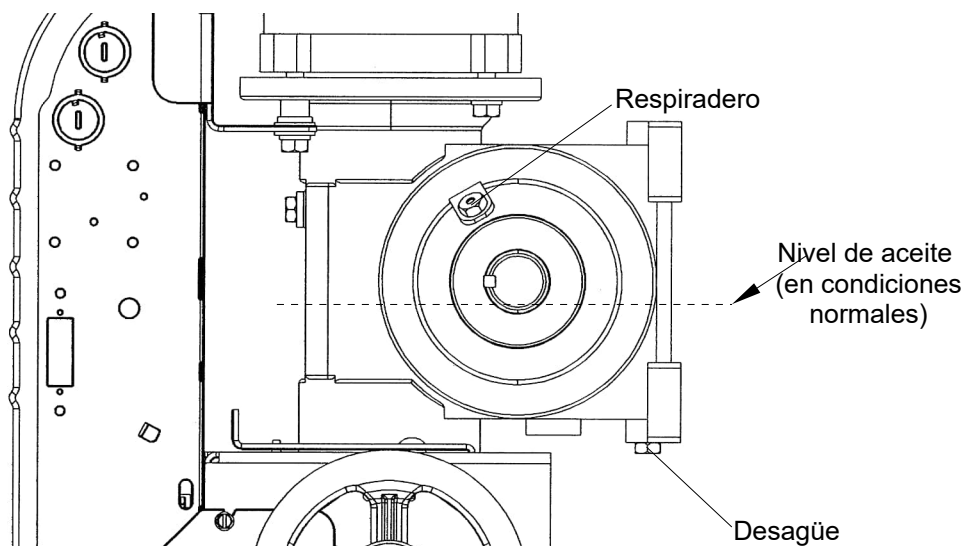

Figura 50 - Respiradero del reductor de engranajes
1. Soltar y retirar el respiradero (ver la Figura 50).